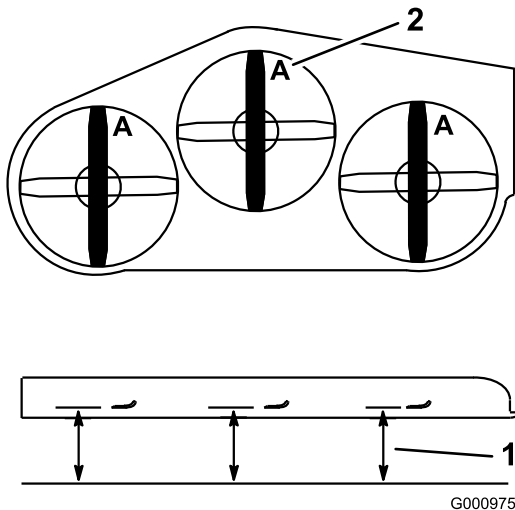

Figure 81
3. Tournez les lames dans le sens longitudinal (Figure 81). Mesurez la distance entre la surface plane et le tranchant (position A) des lames (Figure 81) et notez cette valeur.